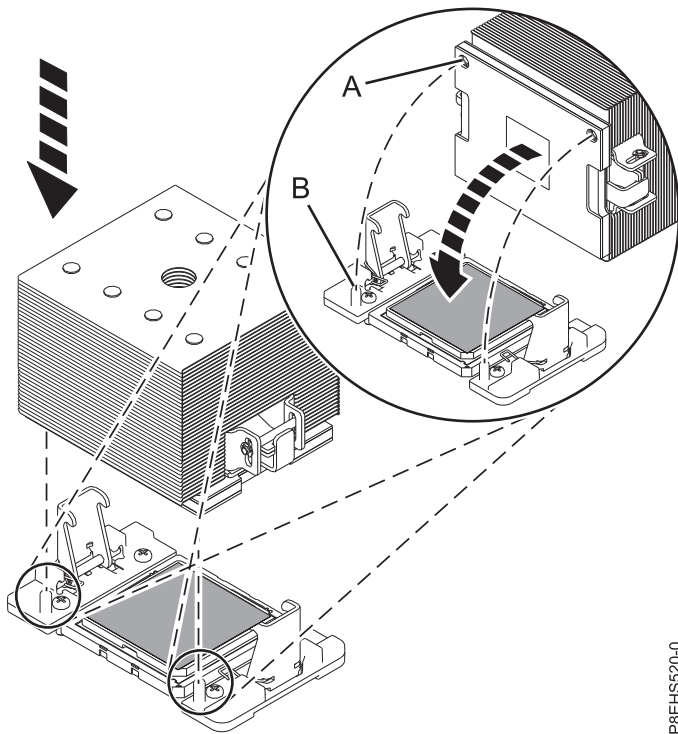

Figura 137. Colocación del disipador térmico en el TIM plateado
- d. Coloque el disipador térmico en el TIM tal como se muestra en la Figura 137.